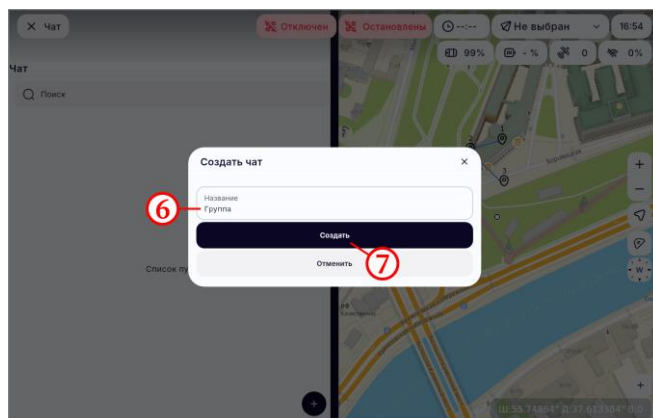

Рисунок 92
- в поле «Название» ввести слово «Группа» (рисунок 92, шаг 6);
- нажать на кнопку «Создать» (рисунок 92, шаг 7);